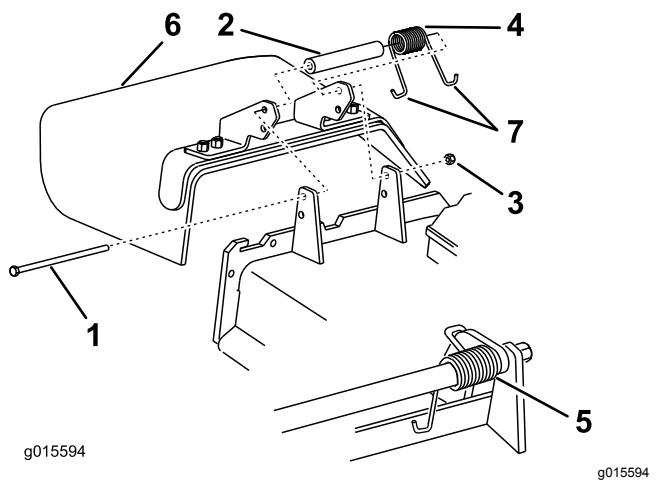

Figure 102
1. Retirez le contre-écrou, le boulon, le ressort et l'entretoise qui fixent le déflecteur aux supports de pivot (Figure 102).
2. Enlevez le déflecteur s'il est endommagé ou usé (Figure 102).
Remarque: Prenez soin de placer l'extrémité en J du ressort derrière le bord du tablier avant de mettre le boulon en place, comme montré à la Figure 102.
6. Placez l'extrémité en J du ressort autour du déflecteur d'herbe (Figure 102).